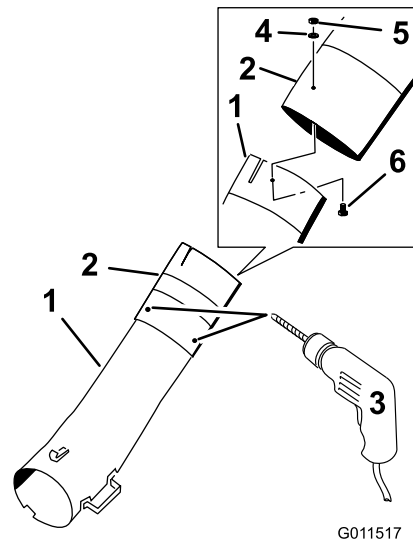

Figura 21
3. Utilizando os três orifícios ou marcas no tubo intermédio como modelo, perfure três orifícios (7/32 pol. de diâmetro) onde os tubos inferior e intermédio se juntam (Figura 21).
4. Instale sem apertar os tubos inferior e intermédio com 3 parafusos (n.º 10 x 3/4 pol.), 3 anilhas de cabeça chata (7/32 pol.) e 3 porcas de bloqueio (n.º 10) (Figura 21).